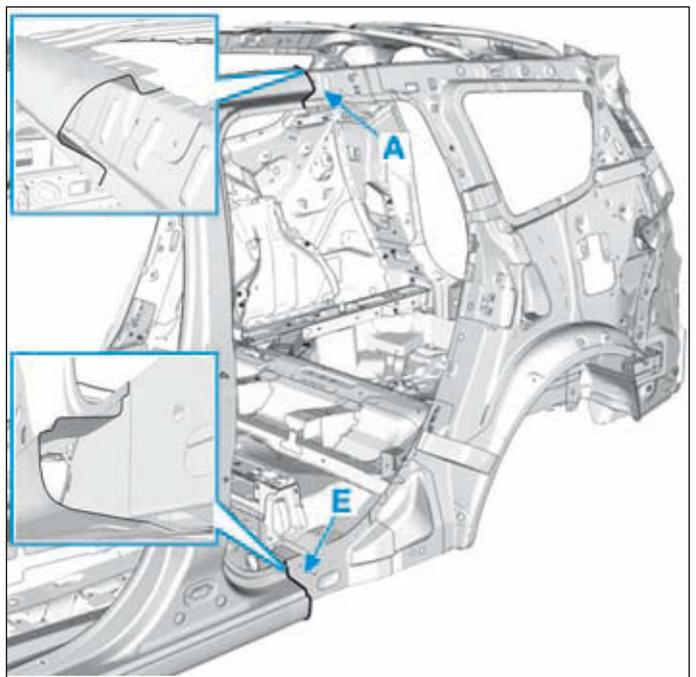

FIG.122
- Tenir compte du détail de coupe (Fig.122).